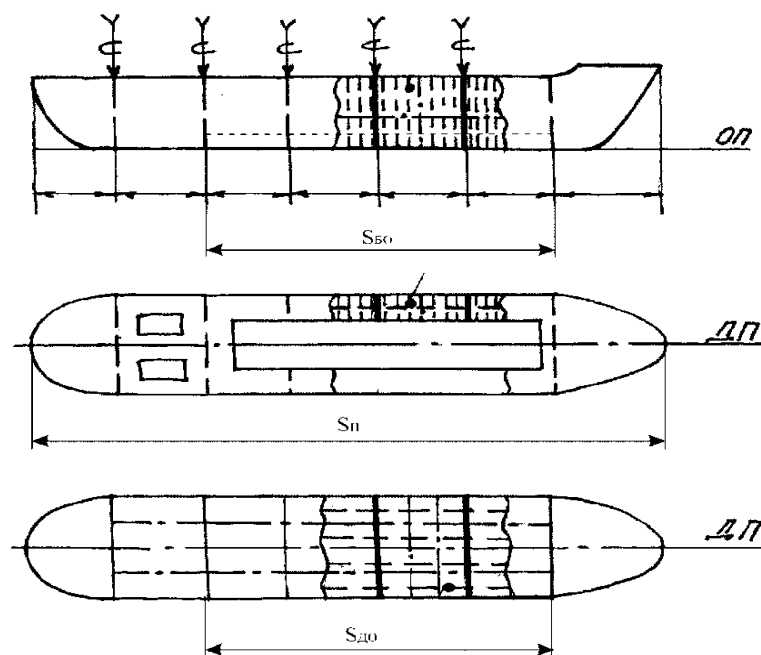

Рис. 3.2. К определению количества секций, подвергаемых резке
4. Если на плане палубы имеются люковые вырезы, то они должны исключаться из расчета площади палубы. Для определения количества секций, подвергаемых резке, используют схему по примеру, представленному на рис. 3.2.